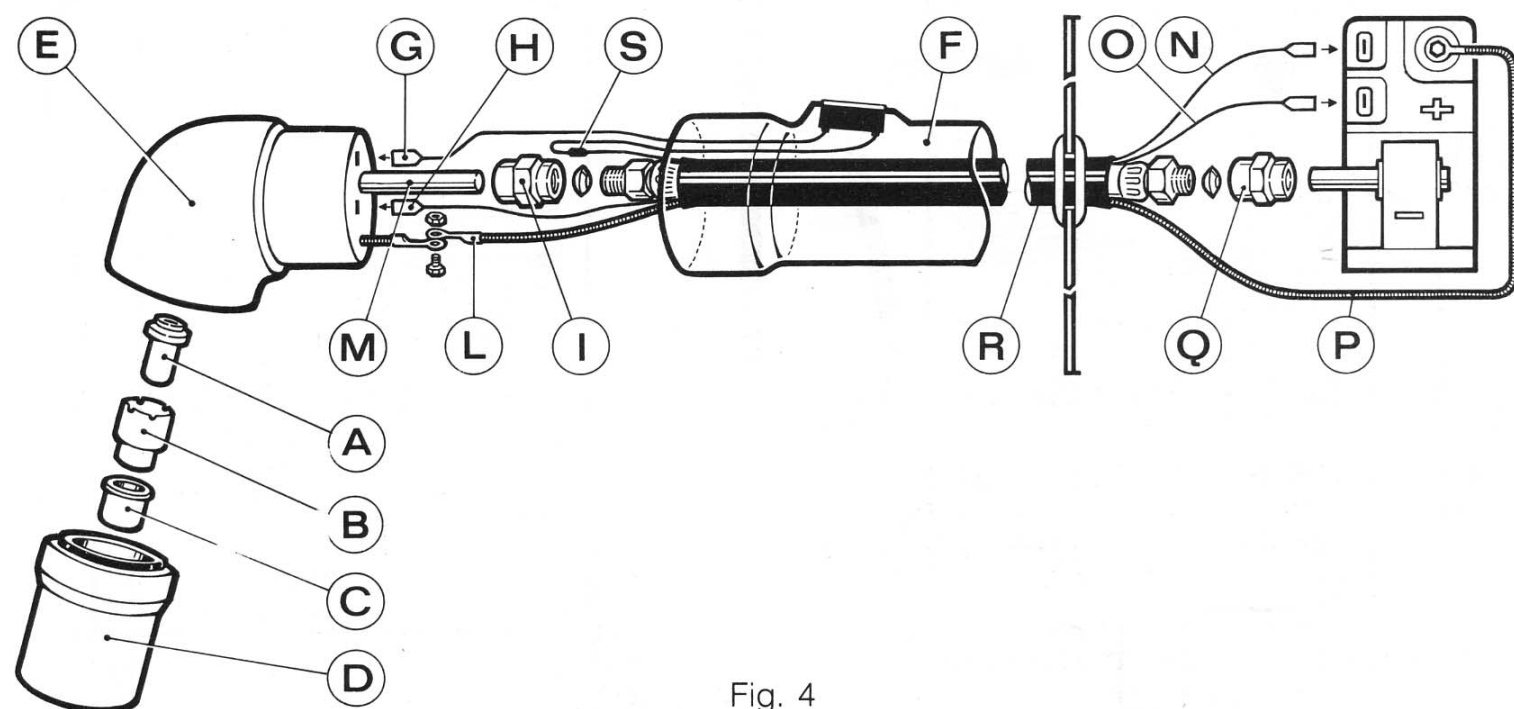

Fig. 4
1) Sostituzione delle parti di consumo (fig. 4).
2) Sostituzione del corpo torcia **E** (fig. 4).
3) **Sostituzione della torcia completa** (fig. 4).
4) **Sostituzione del cavo R** (fig. 4).